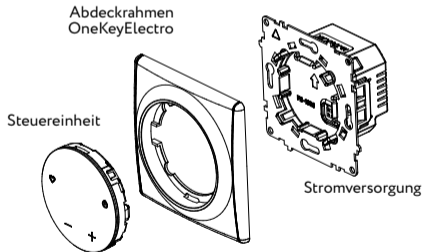

Abb. 5
6. Teilen Sie den Temperaturregler in Blöcke auf (Abb. 5).